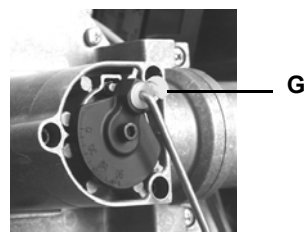

Fig. 49
- 1 Sbloccare, tramite il gancio in plastica G, il tirante T (Fig. 48 - Fig. 49) di regolazione della farfalla gas ed estrarlo dalla sua sede tirando verso l'esterno.